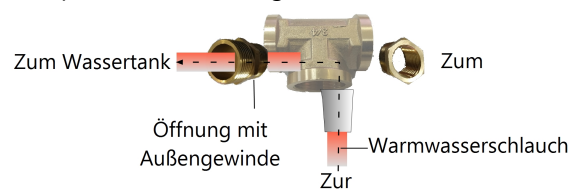

Abbildung 3: T-Anschlussmuffenverbindung
2. Schließen Sie das T-Stück an den Wassertank an (Siehe *Abbildung 3*):